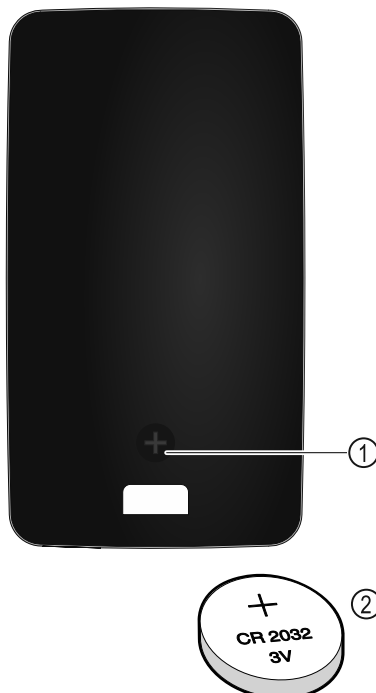

Fig. 260
Kaugjuhtimissüsteemi vooluvarustus toimib patareilt tüüp CR 2032 3V Fig. 260 (2), mis on saadaval erialakaubanduses.
- ▶ Keerake kruvi Fig. 260 (1) kaugjuhtimispuldi tagaküljel välja.